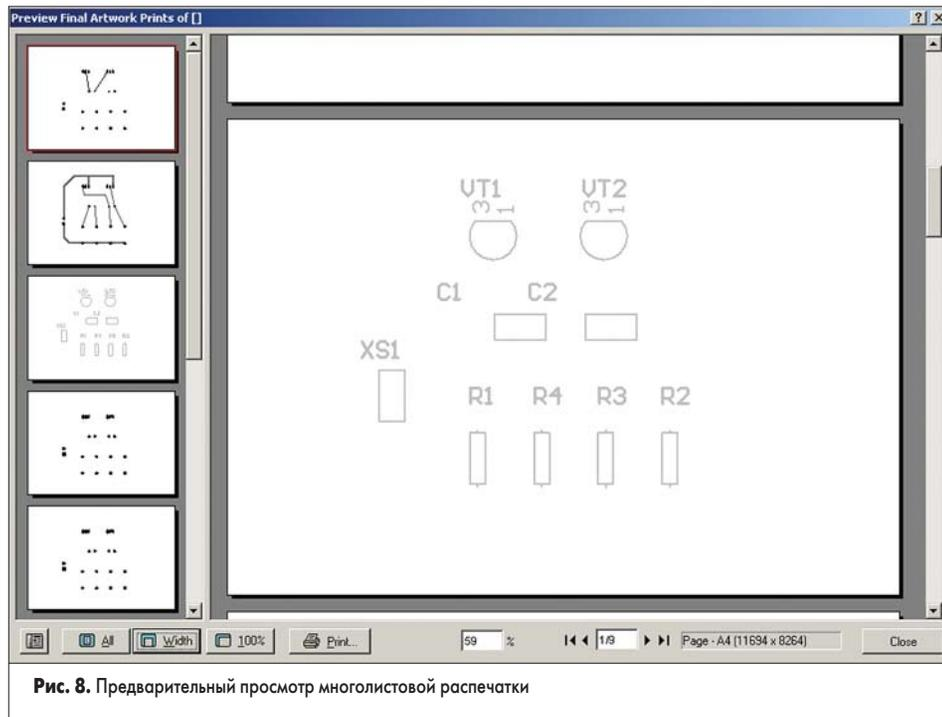

Рис. 8. Предварительный просмотр многострочной распечатки
3. Нажмем кнопку Preview. Откроется окно предварительного просмотра распечатки, в которой будет присутствовать несколько листов (рис. 8).